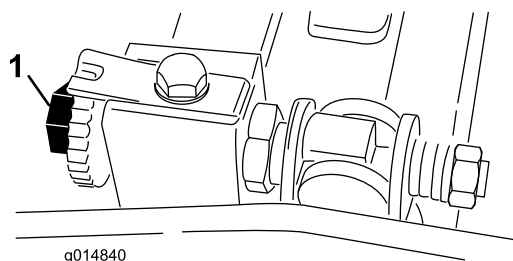

図 45
に平行に) 入ると軽く挟まれ、引き抜くのに少し力が必要な程度に調整する (図 45)。
2. ベッドバー調整ネジ (図 45) を左に回して、リールと下刃の接触を完全になくす。